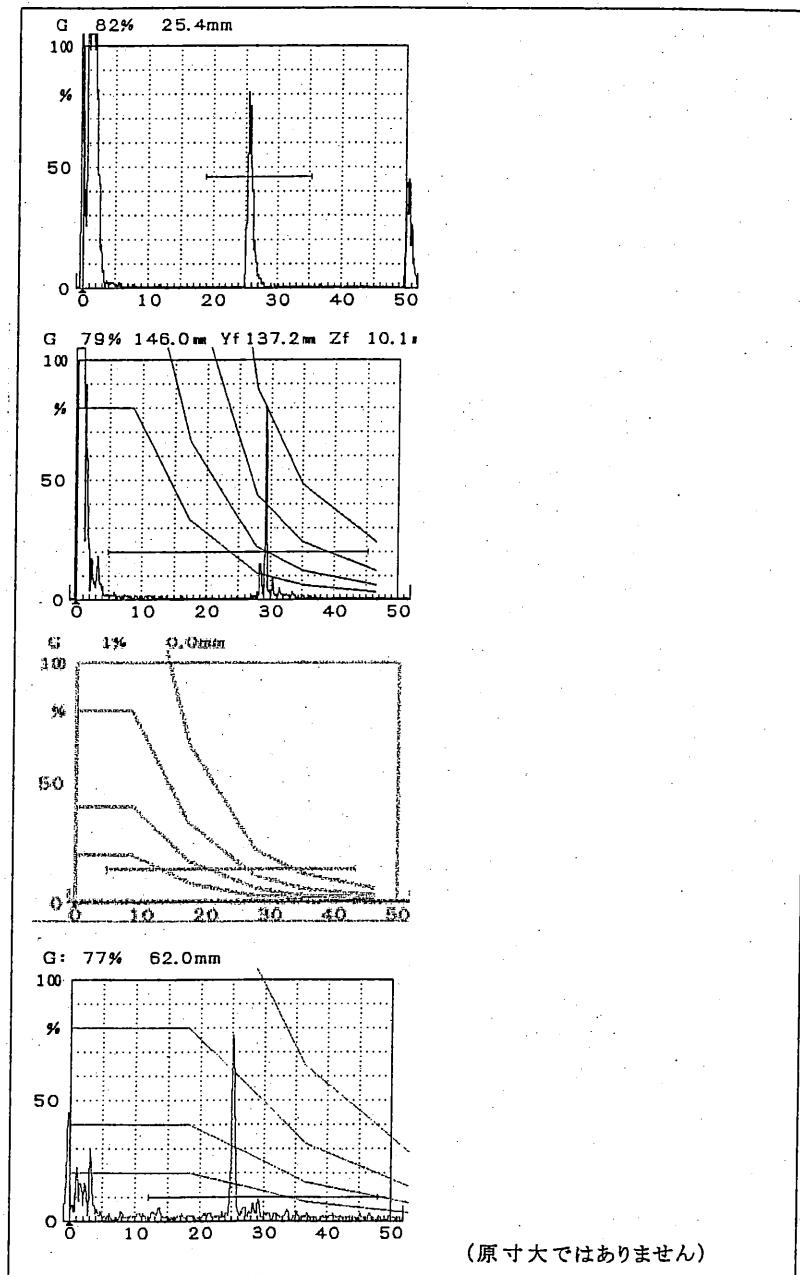

図 6.2.20 印刷様式の例 (実験データ様式)
- (1) 実験様式 : 標準寸法の 1 / 4 の寸法で、8 個の探傷図形又は周波数分析結果を、図 6.2.20 に示したように A4 サイズの紙に印刷します。